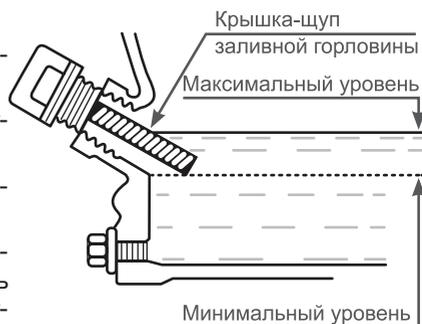

Рис.13 Уровень масла в картере
2. Снимите крышку/щуп маслозаливного отверстия (А) Рис. 13.
4. Установите на место крышку/щуп, не закручивая его. Снова извлеките щуп, уровень масла должен соответствовать верхней отметке на щупе (В) Рис.13, что соответствует нижнему краю маслозаливной горловины.